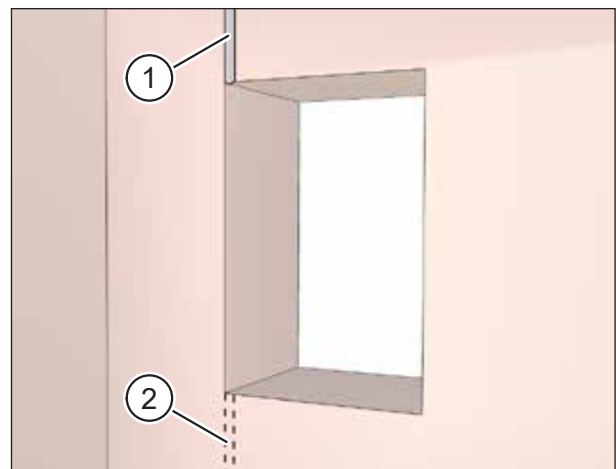

Abb. 16: Mauernuten für Anschlusskabel fräsen
- ▶ Fräsen Sie einen Kabelkanal für das Netz- und Steuerkabel (Pos. 1 in Abb. 16).
Die Mauernut in Abb. 16 ist beispielhaft. Eine alternative Mauernut ist gestrichelt dargestellt (Pos. 2 in Abb. 16). Für die spätere Elektroinstallation empfiehlt es sich, das Netz- und Steuerkabel von links an den Mauerdurchbruch heranzuführen.